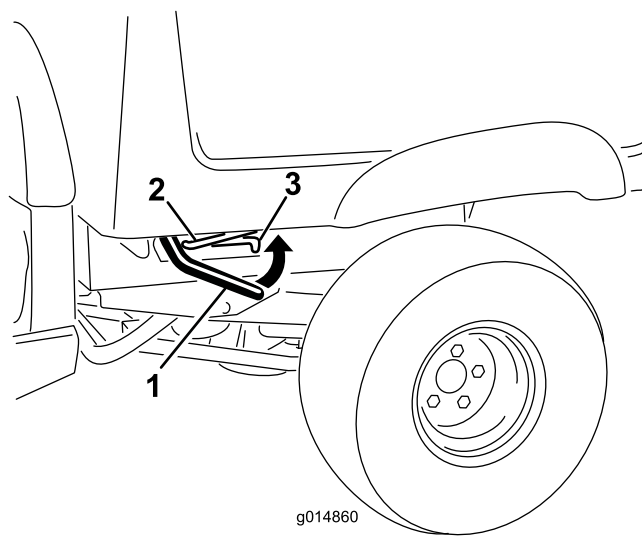

図 17
1. 荷台の前側の角部ちかくにあるラッチレバーを持ち上げて、荷台を上昇させる図 17。
2. 荷台が上がったら、車体の左側ブレームについている支え棒を、荷台の底部についているスロットの奥まで入れて荷台を支える図 17。
1. ラッチバーを引き上げて荷台をかるく持ち上げる図 17)。
2. 荷台の底部のスロットにはめ込んであった支え棒を外す図 17)。
3. ラッチがかかるまで荷台を確実に降ろす図 17)。